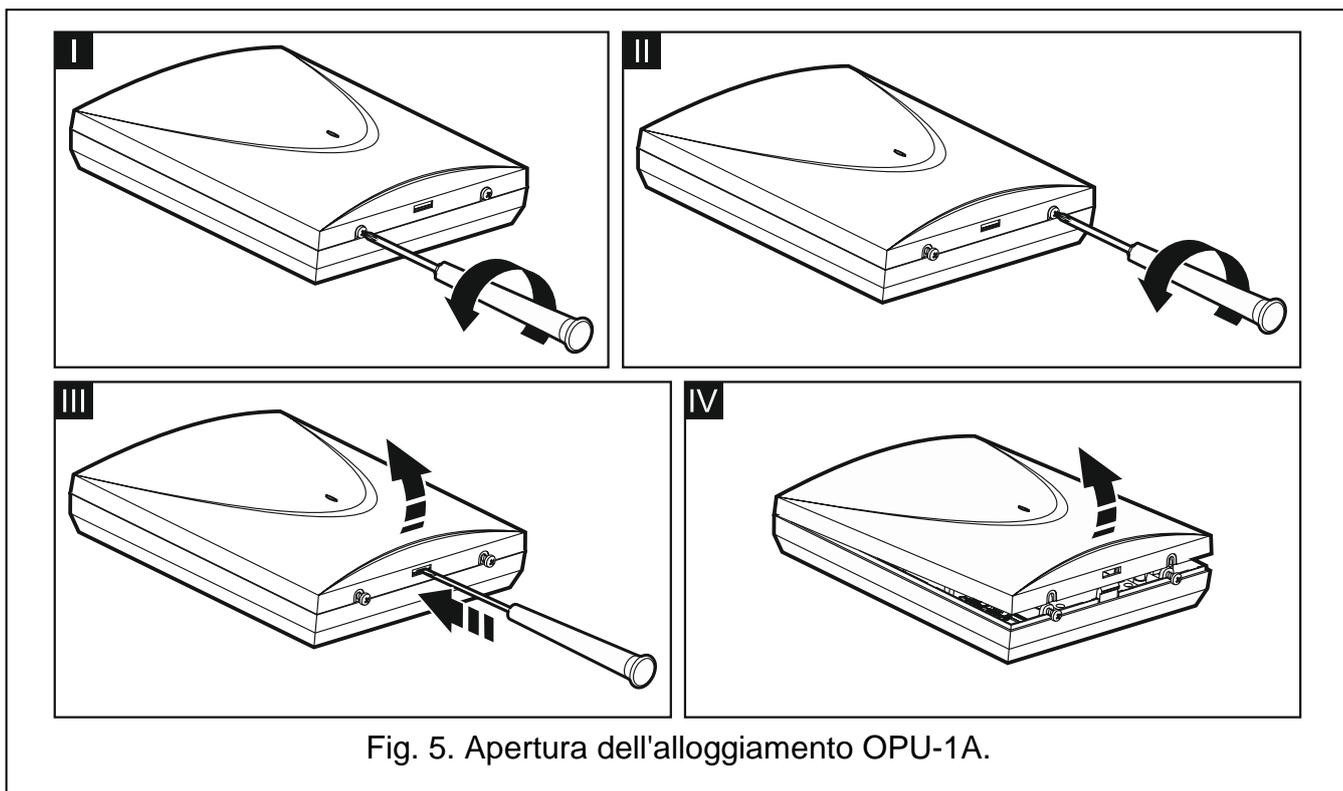

Fig. 5. Apertura dell'alloggiamento OPU-1A.
1. Svitare leggermente le viti di fissaggio ed rimuovere il coperchio (Fig. 5).